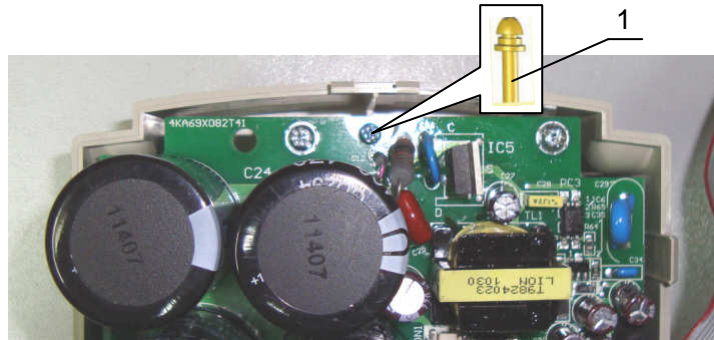

Рис.6.9
7.5.1. Выкрутить винт 1 крепления радиатора к основанию корпуса (рис. 6.9). Положить винт в тару.